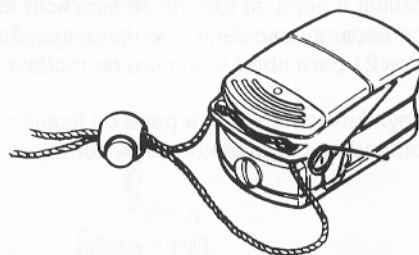

Figura 10. A correia de fixação e respectivo fecho corretamente ligado ao Onyx 9500.
1. Caso se deseje utilizar uma correia de fixação, fazer passar as extremidades da mesma através dos orifícios para correia de fixação, tal como ilustrado na Figura 10.
Nota: A correia de fixação deverá atravessara parte superior do Onyx 9500, cruzando-a (deverá ser colocada como ilustrado na Figura 10), para permitir a abertura total do dispositivo.